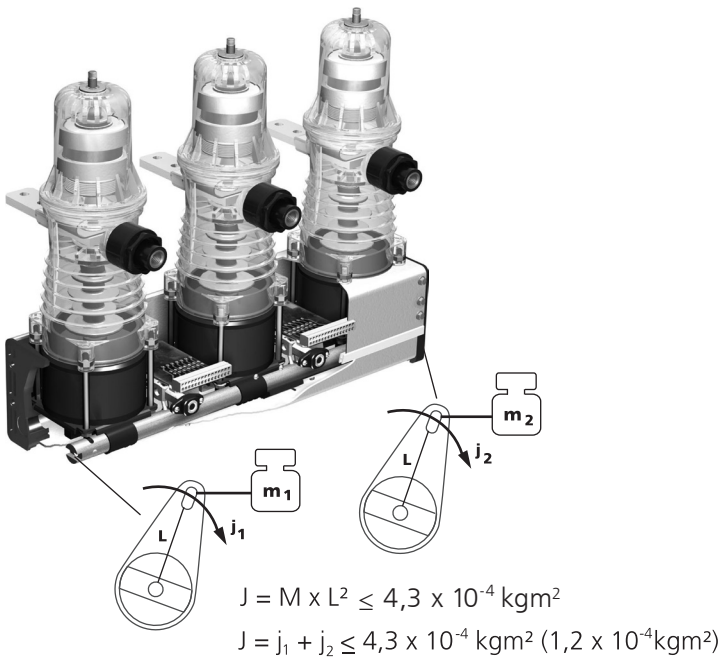

图42 直接与同步轴连接的机械联锁
- 如果联锁件部分使用连杆机构，则其重量（包括直接运动部件）应当按连杆的比例相应减小（图42）